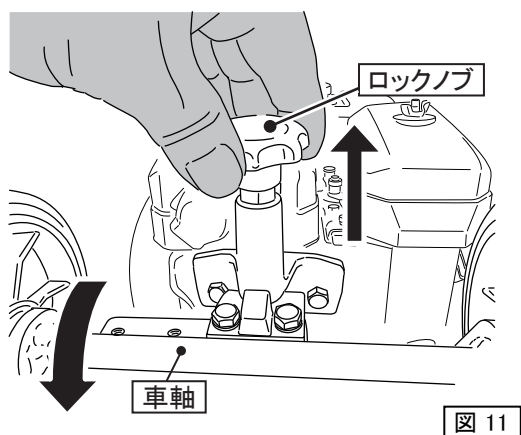

図 11
1. ロックノブを引き上げて、車軸を回動させ車輪を接地させます。(図11)